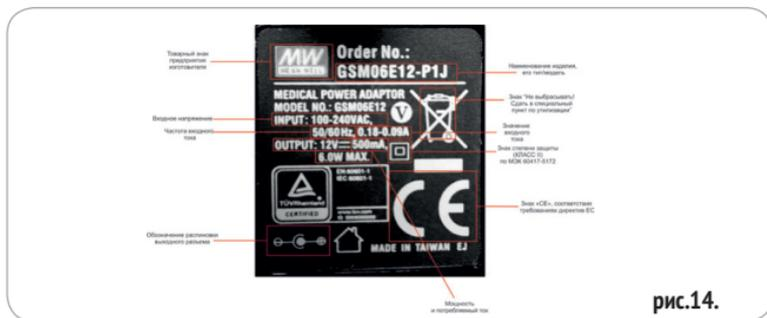

рис.14.
6.4. На сетевой адаптер должна быть нанесена информация (рис. 14) о: